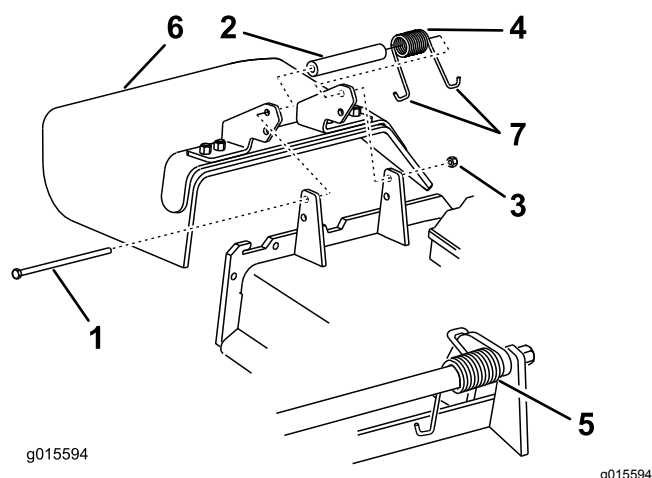

Figura 103
1. Retire la contratuerca, el perno, el muelle y el espaciador que sujetan el deflector a los soportes de pivote (Figura 103).
2. Retire el deflector de hierba dañado o desgastado (Figura 103).
la carcasa antes de instalar el perno, según se muestra en Figura 103.
6. Coloque 1 extremo en J del muelle alrededor del deflector de hierba (Figura 103).